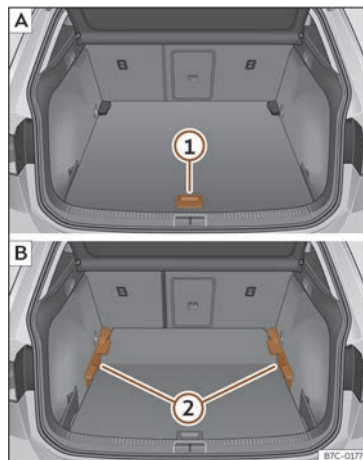

Fig. 161 Terra variable del maleters: **A** posició alta; **B** posició baixa.
- Per passar de la posició baixa a l'alta, aixequi la base per l'agafador >>> **fig. 161 ①**, estireu-lo cap enrere fins que la part davantera de la base sobrepassi totalment els suports ②.
- Feu desplaçar el terra cap endavant sobre els suports fins que topi amb el respall dels seients posteriors i, a continuació, abaixi la base amb l'agafador ①.
- Per passar de la posició alta a la baixa, aixequi la base per l'agafador >>> **fig. 161 ①**, estireu-lo cap enrere fins que la part davantera de la base sobrepassi totalment els suports ②.
- Deixeu caure la part anterior contra la base i empenyeu la base cap endavant fins que topi amb el respall dels seients posteriors i abaixi al mateix temps la base amb l'agafador ①.
- Amb el terra variable en posició alta, aixequi-lo per l'agafador >>> **fig. 161 ①**, estireu-lo i empenyeu-lo cap al respall dels seients posteriors fins que es plegui per la línia de frontissa i la part mòbil del terra hi descansi a sobre.
- Per passar de la posició alta a la baixa, aixequi el terra variable per l'agafador >>> **fig. 161 ①** i estireu-lo cap enrere una mica.
- Empenyeu el terra variable cap als seients posteriors abatuts amb l'agafador ① fent una mica de pressió cap avall perquè la part mòbil de la base s'anivelli amb els respalls dels seients posteriors.